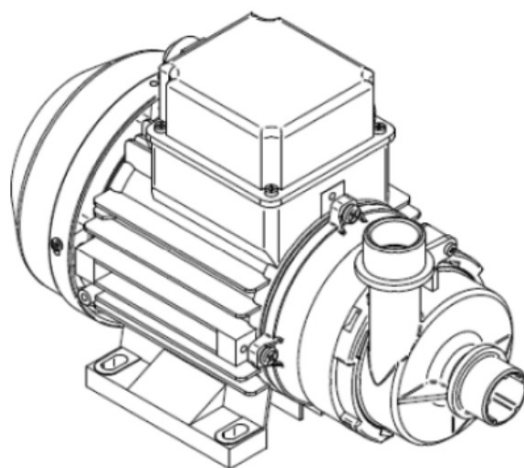

Fig. 2
- 7) Pompę należy ustawić na płaskiej i poziomej powierzchni. Pompę należy eksploatować w pozycji poziomej. Upewnij się, że jest prawidłowo zmontowany (rys. 2). Przymocować pompę śrubami (rys. 13-14)